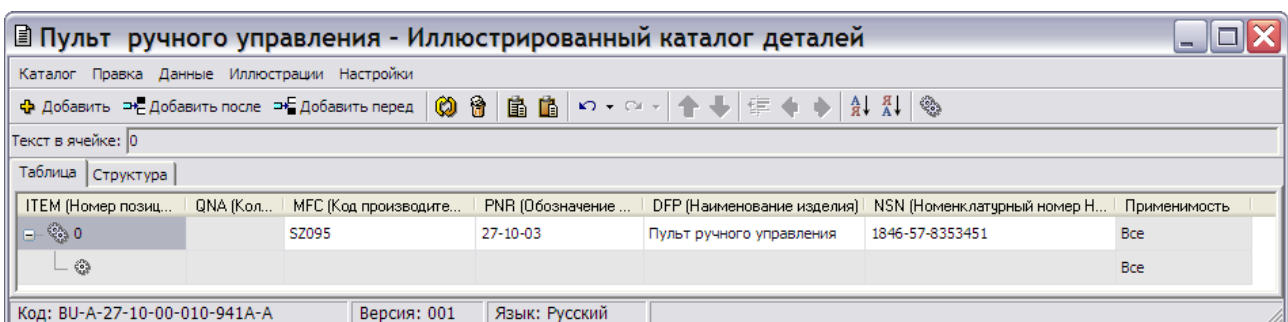

Рис. 6.20
- Для создания вложенной позиции (в иерархически организованных каталогах) выделите ячейку в нужной строке и нажмите на кнопку  **Добавить** **Добавить дочерний элемент**. После этого будет создана позиция, являющаяся дочерней по отношению к текущей (Рис. 6.20).